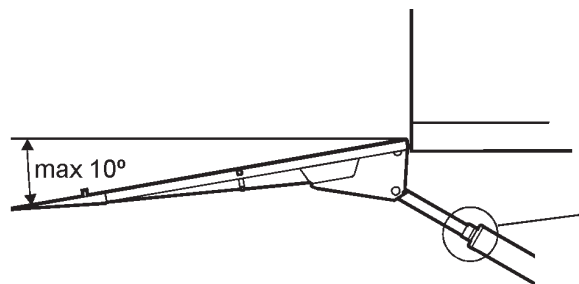

Abb.41. Der Neigungswinkel muss auf max. 10° eingestellt werden
1. Fahren Sie die Ladebordwand nach oben, bis sie an der Ladefläche anliegt. Abb.41.
3. Neigen Sie die Plattform bis max. 10 Grad unter die Horizontalebene ab. Abb.41.